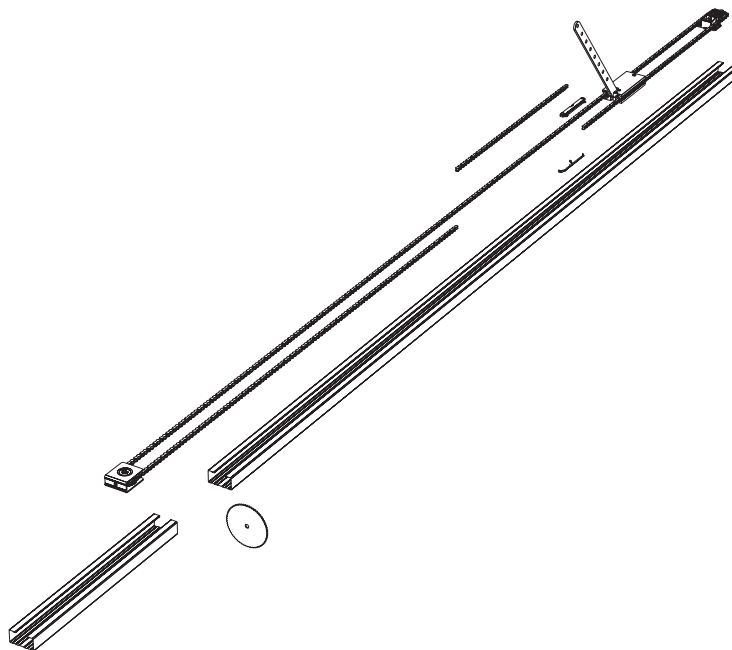

Рисунок 5
6. Выполните подрезку направляющей и укоротите цепь до необходимых размеров (рис. 5).